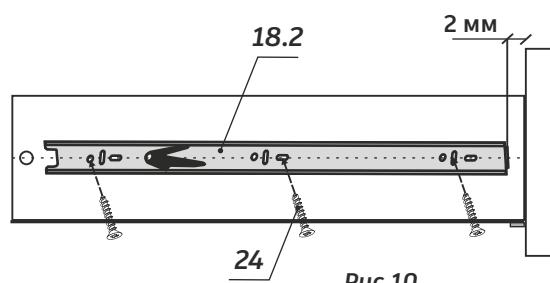

Рис.10
2. **Приложить** направляющую к каждой боковой стенке ящика так, чтобы центры отверстий направляющей совпали с линией на боковой стенке ящика, выдержав размеры, показанные на рис.10
3. **Крепить** направляющие к каждой боковой стенке ящика шурупами 3,5x16 (п.24) – 3 шт (см. рис.10).